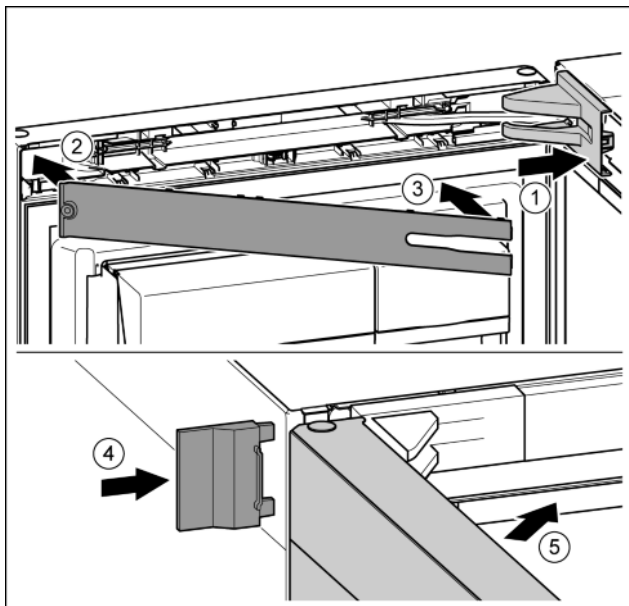

Fig. 25
- ▶ Крышку опорного кронштейна установить и зафиксировать, при необходимости, осторожно разжать. Fig. 25 (1)
- ▶ Установить накладку. Fig. 25 (2)
- ▶ Наклонить и защелкнуть накладку. Fig. 25 (3)
- ▶ Надвинуть внешнюю крышку. Fig. 25 (4)
- ▶ Закрыть верхнюю дверь. Fig. 25 (5)